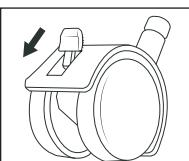

Abb. 6
- ◆ Drücken Sie die Hebel an den beiden Rollen mit Feststellhebeln 11 nach unten, wenn Sie das Gerät an einer Stelle abgestellt haben, um ein Fortrollen des Gerätes zu vermeiden (siehe Abb. 6).